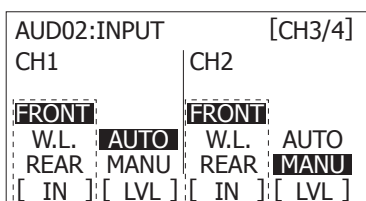

図 4
- 4 記録する音声チャンネルに応じて、SmartUI の [AUD02:INPUT] 画面で入力信号を [FRONT] に切り替える。(図 4)